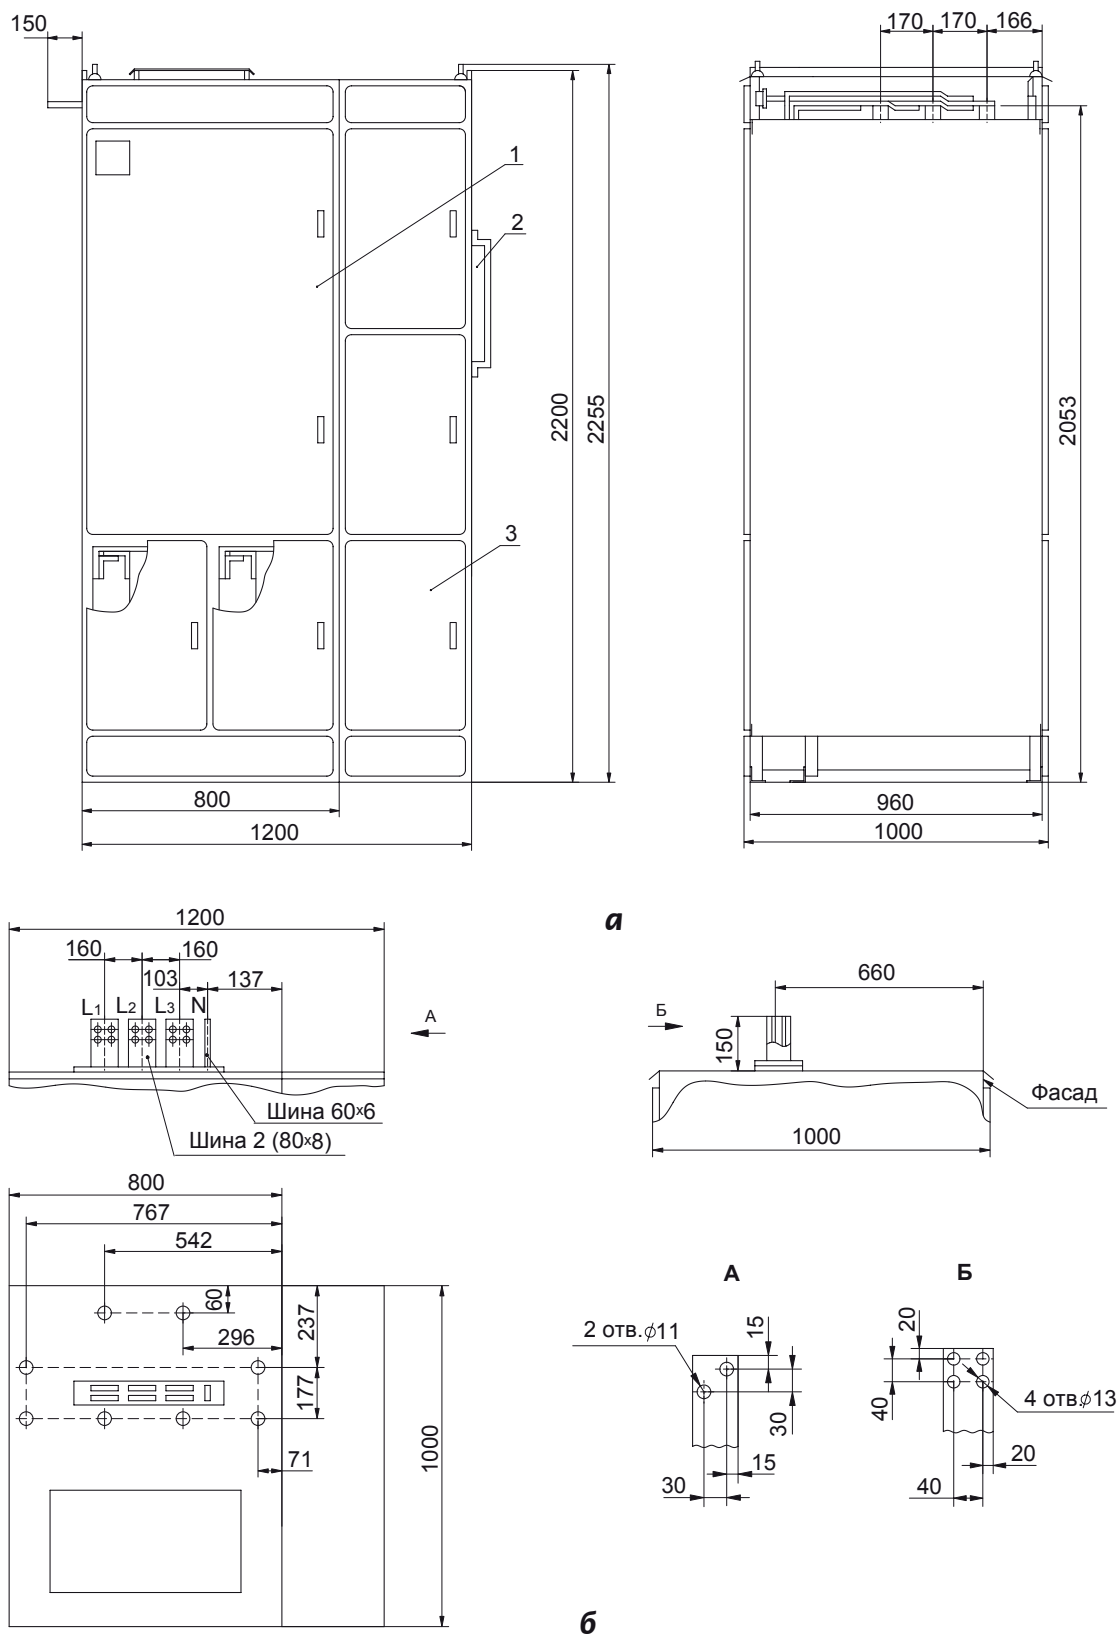

Рис. 8 Общий вид, габаритные, установочные и присоединительные размеры шкафов ввода 7ШН-15, 7ШН-17, 8ШН-15:
- б** - 7ШН-17 (остальное см. рис. 8а)